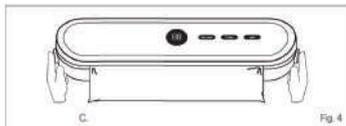

Fig. 4
4. Presione las hebillas de ambos lados, abra la tapa superior y saque la bolsa de vacío sellada. [Fig. 4]
- 6) Depois de concluída a selagem a vácuo, prima as fivelas de ambos os lados, abra a tampa e retire a embalagem selada [Fig. 4].
4. Premir as fivelas de ambos os lados, abrir a tampa superior e retirar o saco de vácuo selado. [Fig. 4]
6. After the vacuum sealing is completed, press the buckles on both sides, open the cover, and take out the sealed package [Fig. 4].